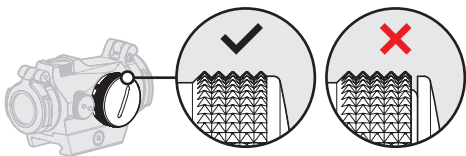

Abb. 6 Das Batteriefach mit dem Batteriedeckel
Reinigen Sie die Kontaktflächen im Batteriefach und überprüfen Sie, dass die Batterie (7) funktioniert und gemäß 2.1.1 richtig eingesetzt wurde. Stellen Sie sicher, dass **kein** Zwischenraum zwischen dem Batteriedeckel (6) und dem Batteriefach ist. Siehe Abb. 6. Wenn der Drehschalter (8) beschädigt ist, kontaktieren Sie den Händler/Verkäufer.